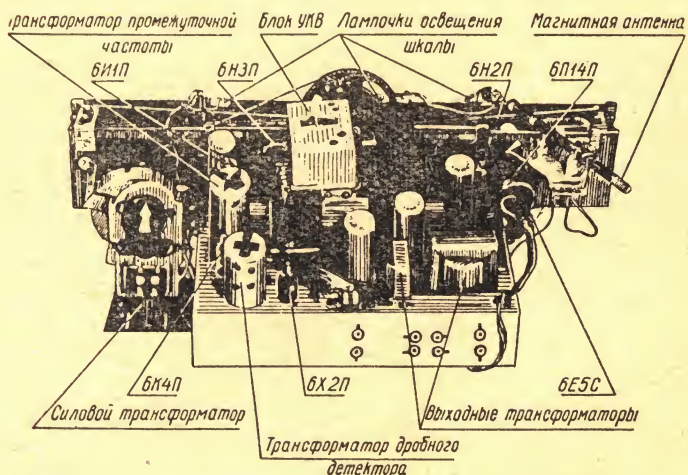

Рис. 2. Расположение радиоламп и основных узлов на шасси.
Расположение радиоламп и основных узлов на шасси радиолы показано на рис. 2.
- б) все лампы плотно вставлены в панели и находятся на своих местах согласно рис. 2;